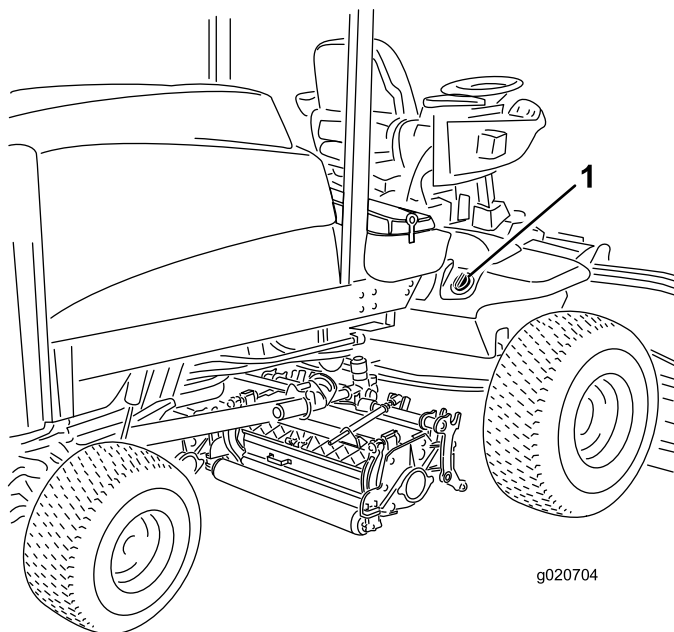

Figura 37
2. Pulite attorno al collo del bocchettone e del tappo del serbatoio idraulico (Figura 37). Togliete il tappo dal collo del bocchettone.